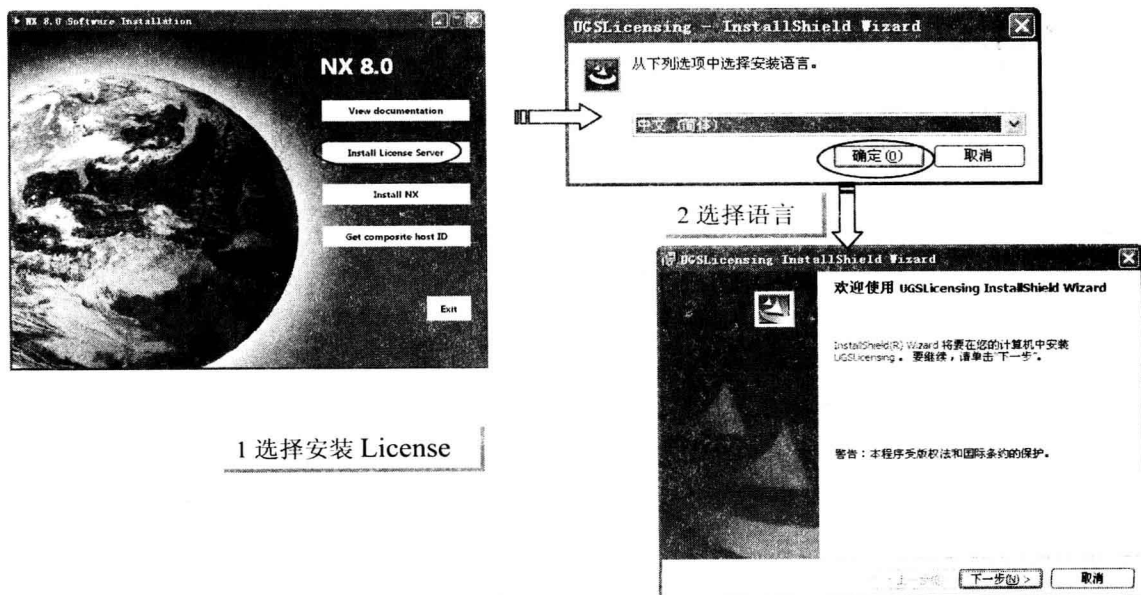

图 1-8 选择安装程序的语言
- 5 单击授权服务器图标 **Install License Server**，弹出选择安装程序的语言对话框，如图 1-8 所示。单击【确定】按钮，默认语言为中文，进入安装欢迎界面对话框。